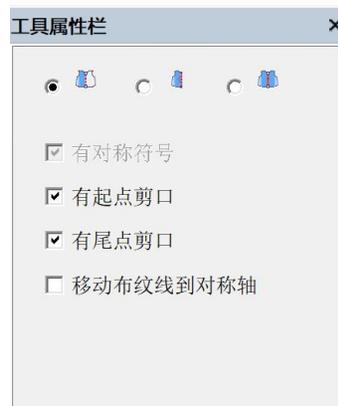

图 42.4
(1) 单击工具栏纸样对称工具 ，弹出【工具属性栏】对话框（如图 42.4），出现相应的选项，单击所需纸样对称的状态，再单击工作区里所需要对称纸样的对称轴即可；